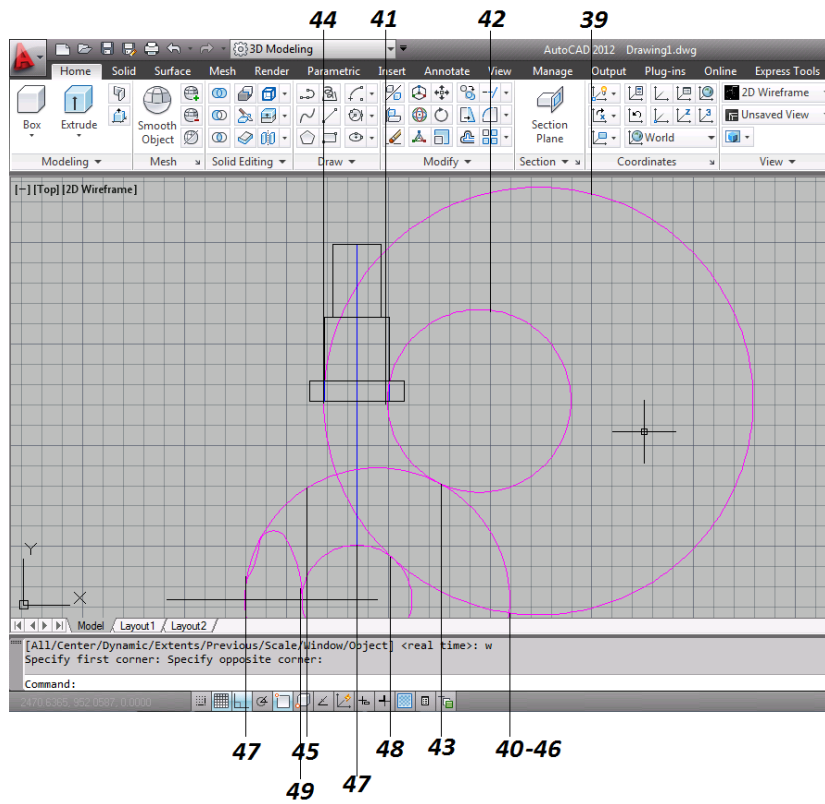

Figura 4.11 Ejercicio 2
38. Se cortan los círculos con el comando break para terminar el dibujo (*figura 4.11*).
39. Se selecciona el primer círculo que se cortara y se indica que se quiere seleccionar el primer punto (*figura 4.11*).
40. Se selecciona el primer punto de corte (*figura 4.11*).
41. Se selecciona el segundo punto de corte (*figura 4.11*).
42. Se selecciona el segundo círculo que se cortara y se indica que se quiere seleccionar el primer punto (*figura 4.11*).
43. Se selecciona el primer punto de corte (*figura 4.11*).
44. Se selecciona el segundo punto de corte (*figura 4.11*).
45. Se selecciona el tercer círculo que se cortara y se indica que se quiere seleccionar el primer punto (*figura 4.11*).
46. Se selecciona el primer punto de corte (*figura 4.11*).
47. Se selecciona el segundo punto de corte (*figura 4.11*).